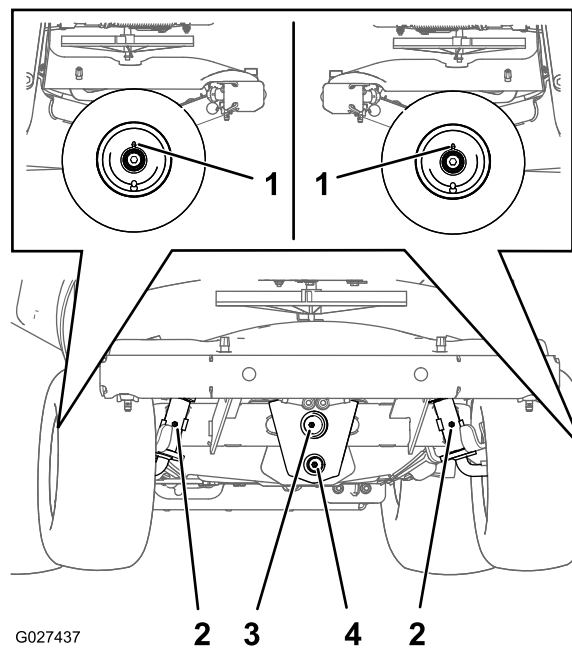

Figura 70
2. Limpie los engrasadores con un trapo (Figura 70).
3. Conecte una pistola de engrasar a los engrasadores (Figura 70).